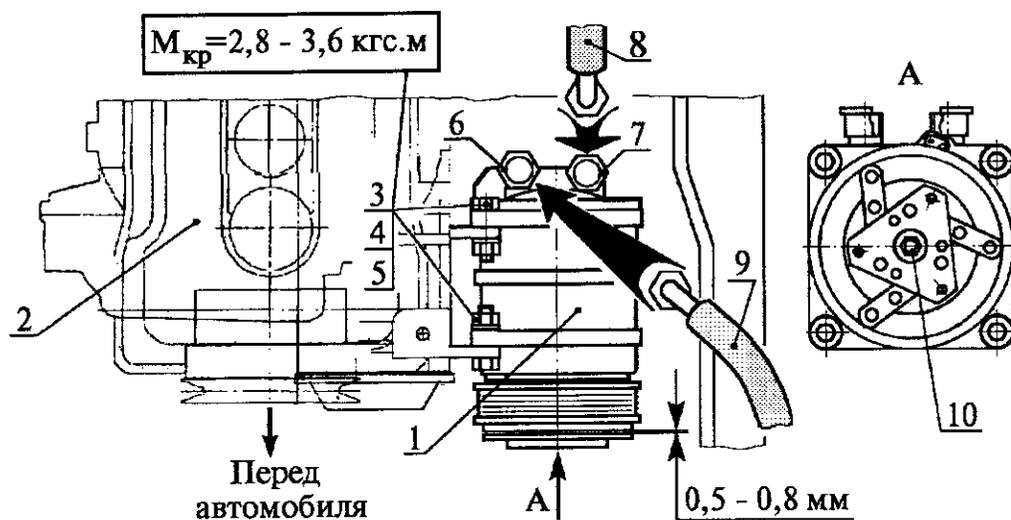

Рис. 31. Установка компрессора:
5.20. Установить компрессор 1 (рис. 31) на двигатель 2 и подсоединить к нему всасывающий и нагнетающий шланги в последовательности, обратной снятию (см. п. 4.7.1 - 4.7.3, 4.7.5), при этом руководствоваться следующими техническими требованиями: